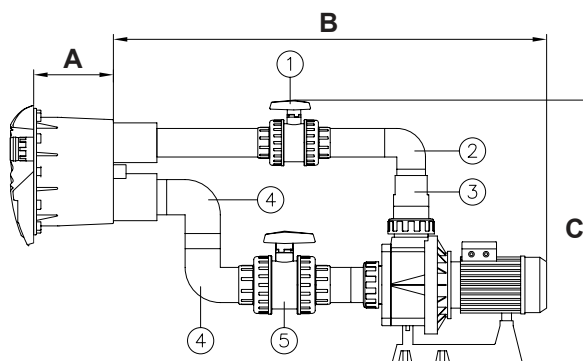

Fig. 7
- Coller un tube de 75 mm. Ø (*) à la prise d'impulsion du boîtier (voir fig. 7).
- Coller la valve de 75mm. Ø (n° 1, fig. 7) au tube de 75mm. Ø (*).
- Coller le tube de 75mm. Ø (*) à la valve de 75mm. Ø (n° 1, fig. 7).
- Coller le coude de 75mm. Ø (n° 2, fig. 7) au tube de 75mm. Ø.
8) Coller le tube de 75mm. Ø (*) au coude (n°2, fig.7).
9) Coller la réduction conique 90/75/63mm. (n° 3, fig. 7) au coude de 75mm. Ø (*) et au raccord de la pompe de 90mm. Ø.
- En utilisant un tube de 90mm. Ø (*), coller un coude de 90mm. Ø (n° 4, fig. 7) à la prise d'aspiration du boîtier (voir fig. 7).
- En utilisant un tube de 90mm. Ø (*) on unira l'autre coude de 90mm. Ø (n°4, fig. 7) au coude déjà collé (voir fig. 7).
- Coller la valve de 90mm. Ø (n°5, fig. 7) au coude (n° 4, fig. 7) en utilisant un tube de 90mm. (*) pour les réunir.
- Coller un tube de 90 mm. Ø (*) à la valve (n° 5, fig. 7) et au raccord de la pompe de 90mm. Ø.